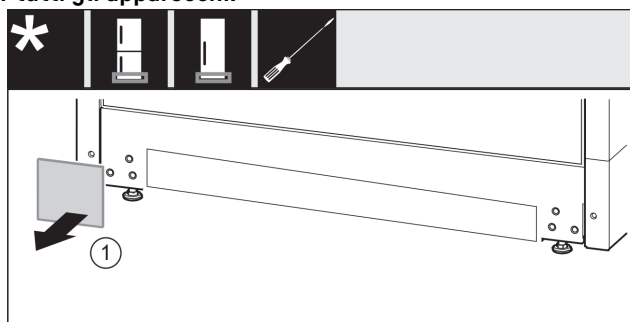

Fig. 16
- Rimuovere la copertura Fig. 16 (1).